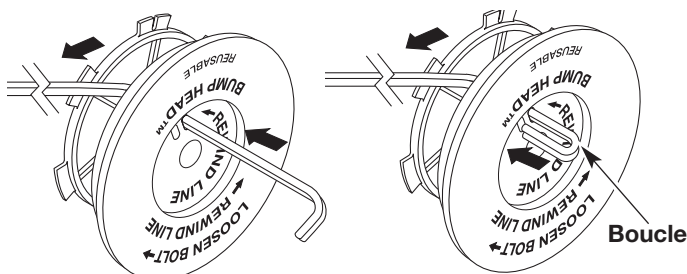

Fig. 37
- Découpez environ 3 m (9 pi) de fil neuf. Insérez une extrémité de fil dans l'un des deux trous du moulinet intérieur (Fig. 37). Tirez le fil jusqu'à ne laisser que 10 cm (4 po) environ.
- Insérez l'extrémité du fil dans le trou ouvert du moulinet et tirez sur le fil pour que la boucle soit le plus petit possible (Fig. 37).